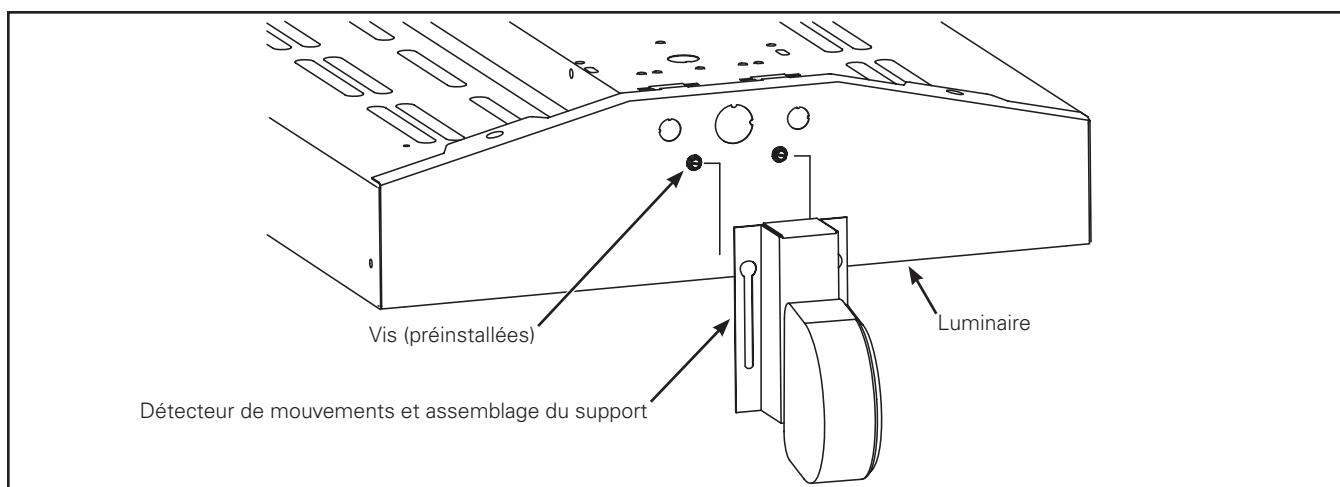

Figure 1.
1. Insérez le détecteur de mouvements et le support sur les vis préinstallées de l'embout du luminaire. (Figure 1.)